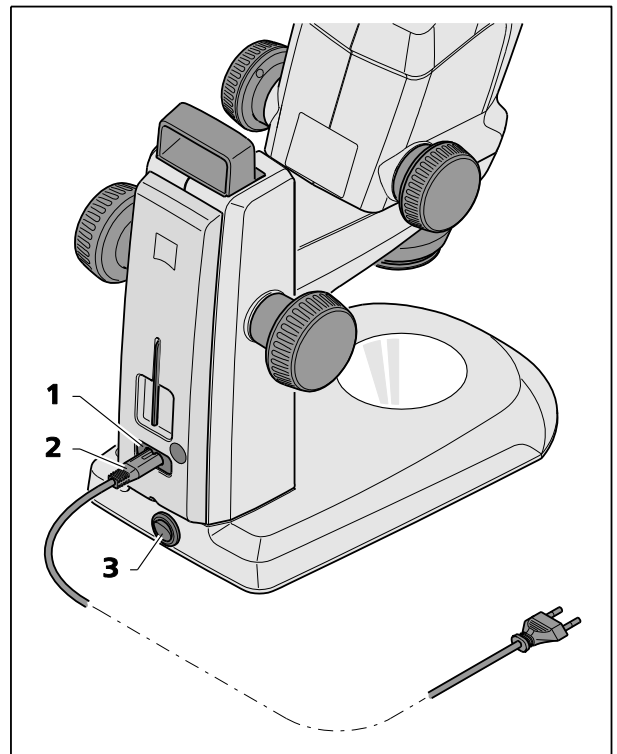

Fig. 12 Collegamento del microscopio stereoscopico
- Inserire il cavo di alimentazione (Fig. 12/2) nella presa di alimentazione da rete elettrica (Fig. 12/1) dello stativo.
- Inserire la spina del cavo di alimentazione (Fig. 12/2) in una presa di alimentazione da rete elettrica.
- Utilizzare l'interruttore di alimentazione elettrica (Fig. 12/3) per accendere o spegnere il microscopio stereoscopico.